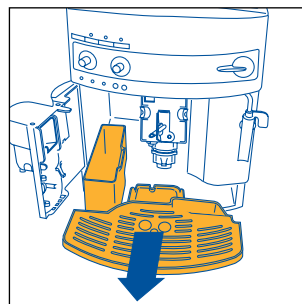

Fig. 16
NOTA 7: A máquina conta o número de cafés tirados. A cada 14 cafés normais (ou 7 duplos), a luz piloto 🔦 acende-se fixamente (cap. 12 ponto 3), indicando que o recipiente de borras está cheio de pastilhas e que é, assim, necessário esvaziá-lo e limpá-lo. Enquanto não limpar a gaveta de borras, a luz manter-se-á acesa e a máquina não poderá fazer o café. Para efectuar a limpeza, abra a porta de serviço situada na parte frontal, puxando a pega própria (fig. 15); a luz ⚠ intermitente acender-se-á (consulte o par. 12, ponto 9); retire depois a pingadeira (fig. 16), esvazie-a e limpe-a. Esvazie e limpe cuidadosamente a gaveta de borras, tendo o cuidado de remover todos os resíduos que possam estar depositados no fundo. Seque também as eventuais gotas de condensação que estejam depositadas no interior da máquina sob a pingadeira. **IMPORTANTE:** Sempre que retirar a pingadeira, é OBRIGATÓRIO esvaziar o recipiente de borras de café, ainda que este esteja pouco cheio. Se esta operação não for efectuada pode acontecer que, quando tirar os cafés seguintes, o recipiente de borras se encha mais do que o previsto e que a máquina fique obstruída com pastilhas saturadas.
- Retire a pingadeira e o recipiente de borras (fig. 16) e lave-os;